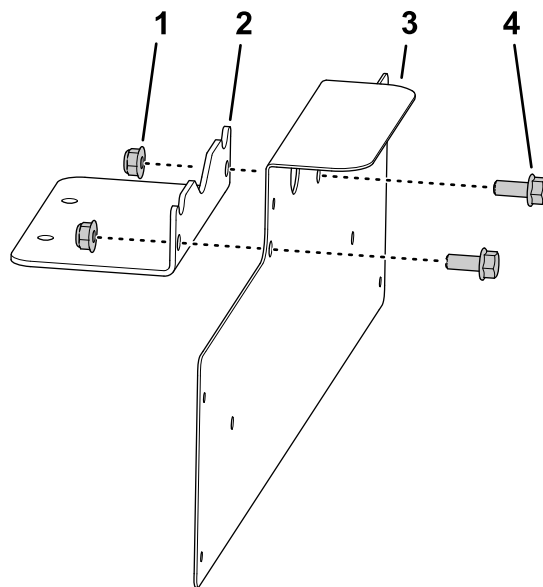

Bild 52
1. Befestigen Sie Nummernschildhalterungen mit den zwei Schlossschrauben (5/16" x 3/4") und zwei Sicherungsbundmuttern (5/16") an der Stützhalterung, wie in Bild 52 dargestellt.